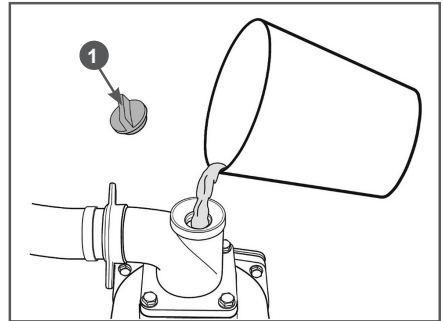

Рис. 16 Заполнение корпуса насоса водой
- Открутите пробку 1 отверстия для заливки воды в корпус насоса (Рис. 16).